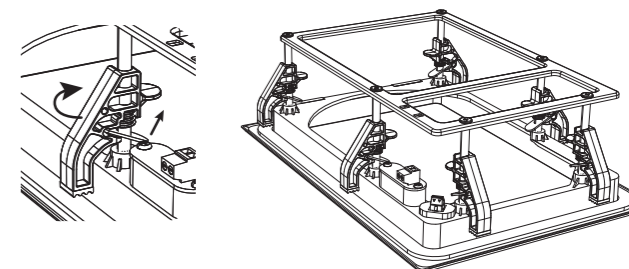

图 5. 调整安装夹
2. 调整框架的所有安装夹, 使其处于收起的位置 (图 5 和 6)。通过拉动弹簧加载的金属卡舌, 然后沿其安装柱移动夹具并将其旋转到侧面, 可以对它们进行调整。这将使框架适合干墙孔。